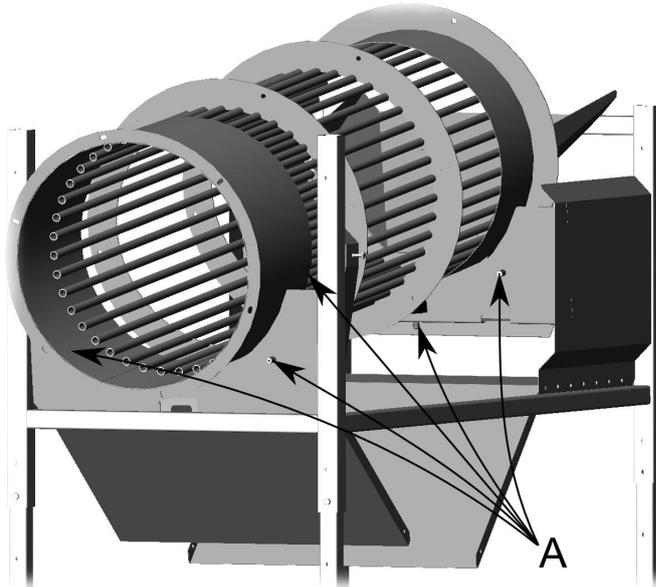

Abb. 6.
- Die Drehung des Reinigungszyinders wird von fünf Gummirädern unterstützt, deren Achsen A (Abb. 6) regelmäßig abgeschmiert werden müssen.